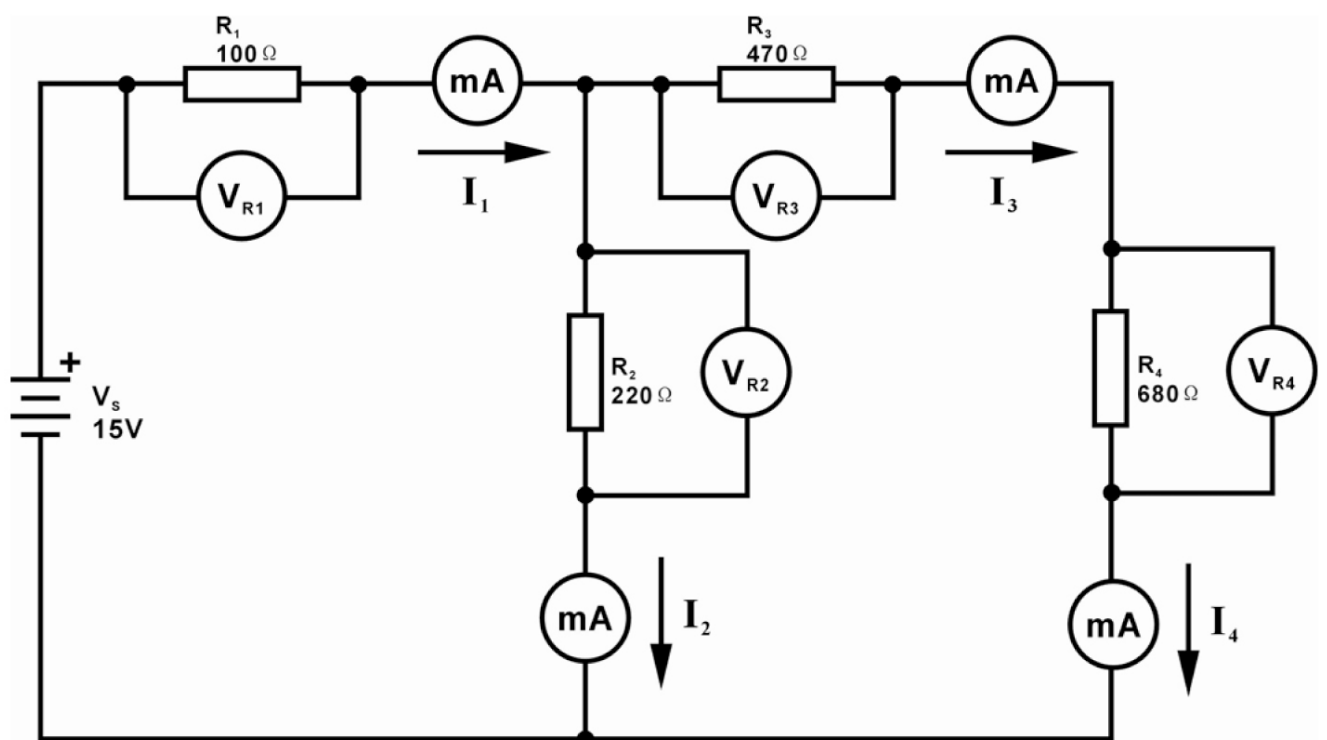

Figura 3
1. Realizzare il circuito illustrato in figura 3
3. Rilevare la corrente e la tensione in punti differenti come mostrato in figura 3 e inserire i risultati in tabella 3